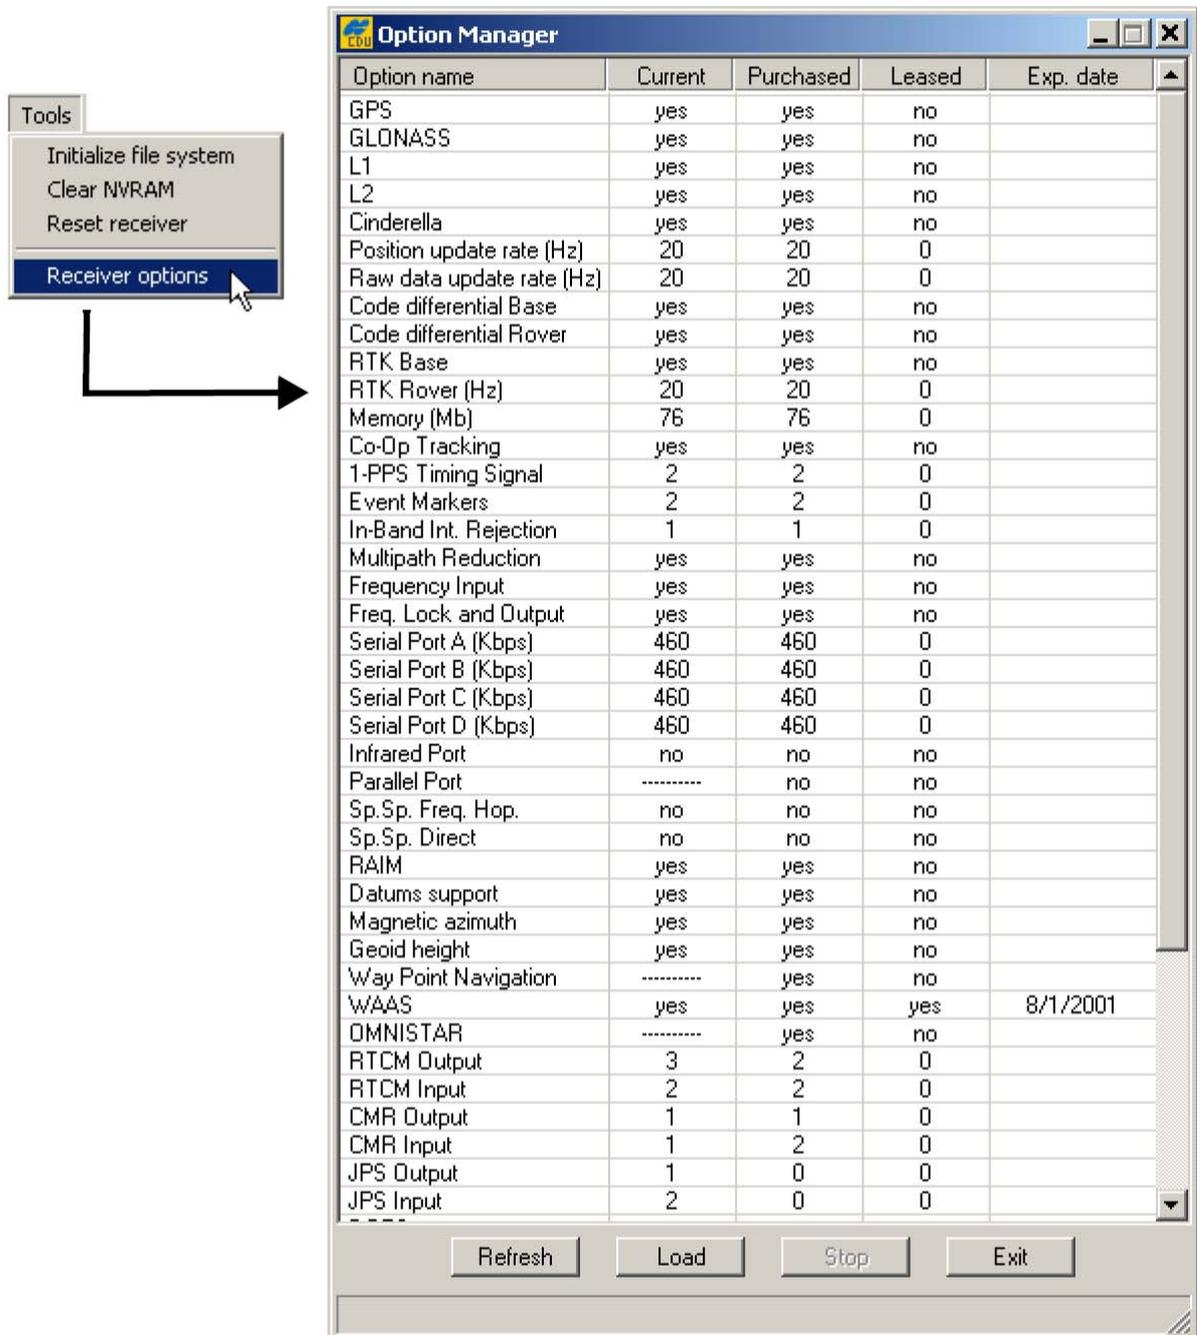

Рисунок 4-8. Окно *Option Manager* (Управление опциями)
2. Выберите пункт меню **Tools > Receiver Options (Инструменты > Опции приемника)**. В диалоговом окне *Option Manager (Управление опциями)* (см. рисунок 4-8 на странице 4-9) содержится следующая информация:
3. Щелкните на кнопке *Load (Загрузка)* диалогового окна **Option Manager** (см. рисунок 4-8 на странице 4-9),